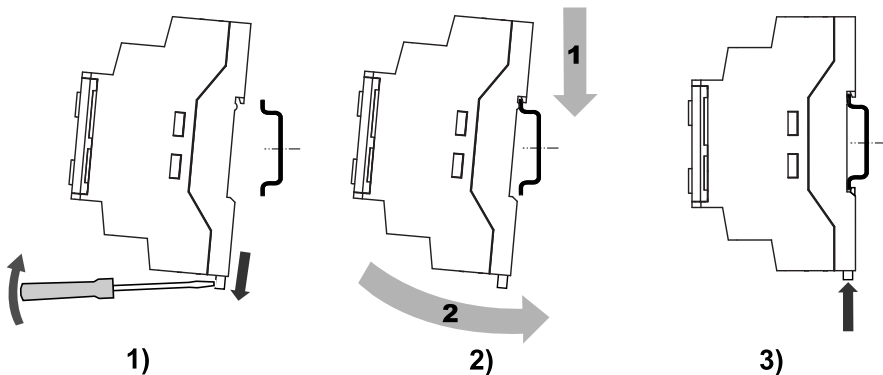

Рисунок 6.2 – Монтаж и демонтаж прибора
2. Вставив отвертку в проушину, оттянуть защелку (см. *рисунок 6.2, 1*).
3. Прижать прибор к DIN-рейке (см. *рисунок 6.2, 2*). Отверткой вернуть защелку в исходное положение (см. *рисунок 6.2, 3*).